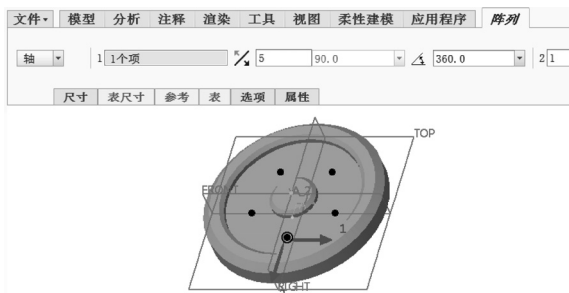

图 5-67 设置轴阵列参数
5) 在“阵列”选项卡中单击 （设置阵列的角度范围）按钮，接受默认的角度范围“360°”，然后输入第一方向的阵列成员数“5”，如图 5-67 所示。